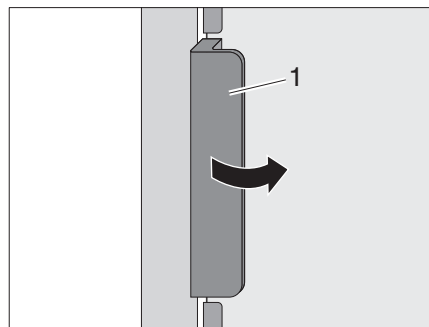
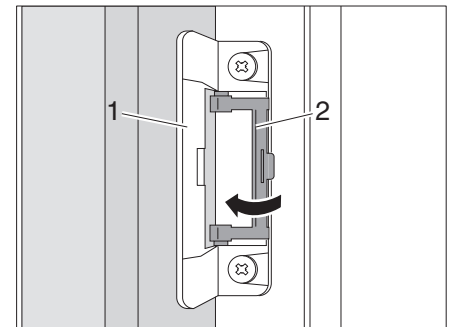

Fig. 118 Ouvrir la porte du réfrigérateur
Fig. 119 Bloquer la position de ventilation
- Ouvrir la porte du réfrigérateur avec la poignée (Figure 118,1). Le dispositif de verrouillage (Figure 119,1) est automatiquement débloqué.
- Rabattre le dispositif de blocage (Figure 119,2).